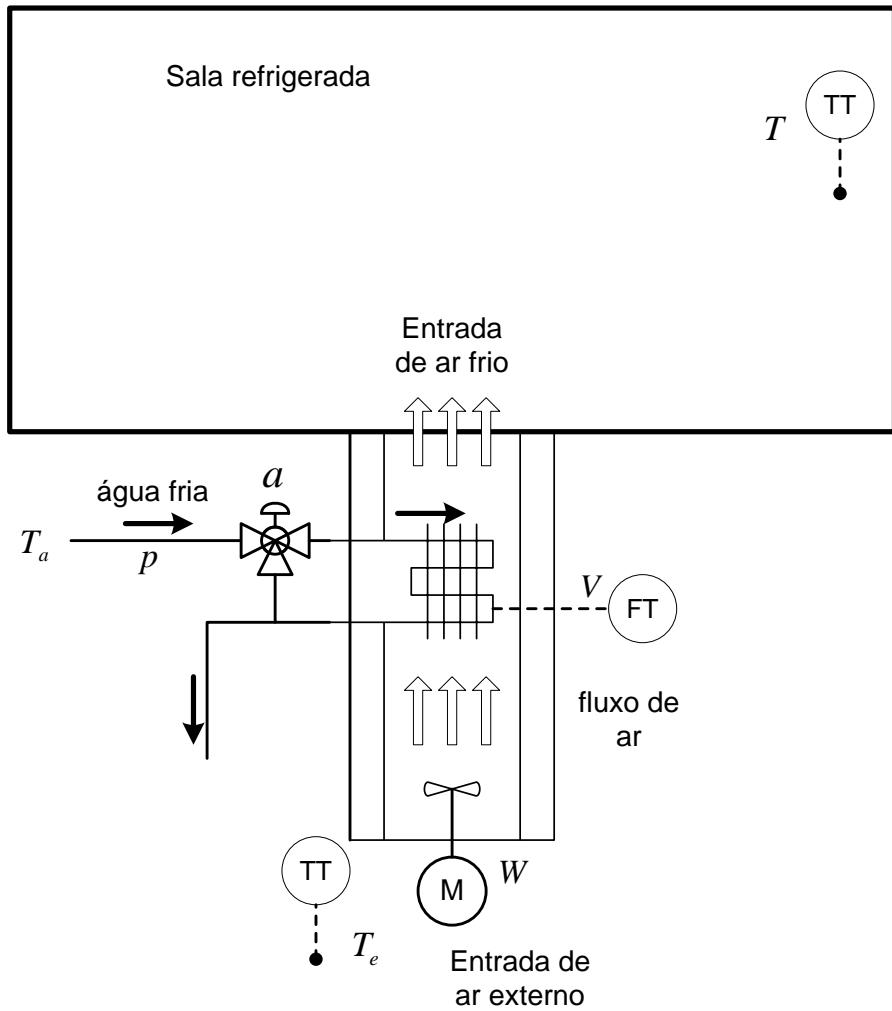

Figura 1: Sistema de refrigeração - Primeira solução.
A figura 1 mostra um esquema de um sistema de controle de refrigeração de uma sala de máquinas. Neste sistema, deseja-se controlar a temperatura no interior da sala e, para isso, utilizar-se um trocador de calor água-ar instalado na entrada de ventilação da sala.
O engenheiro propõe uma **primeira solução** de controle, na qual é instalado um medidor de vazão da água fria que troca calor com o ar (V), e medidores de temperatura da sala (T) e do ar externo (T_e), como se mostra na figura 1.